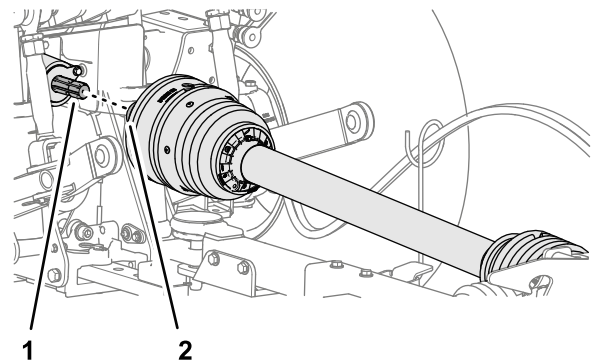

Figure 26
2. Alignez l'accouplement rapide de l'arbre de transmission et l'arbre de sortie de la PDF (**Figure 26**).